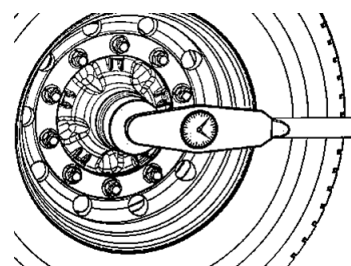

図5
- ⑥ ハブキャップのねじ全周にグリースECO-Li Plusを薄く塗布して、ハブにねじ込み締付トルク350N・mで締付ける。 図5